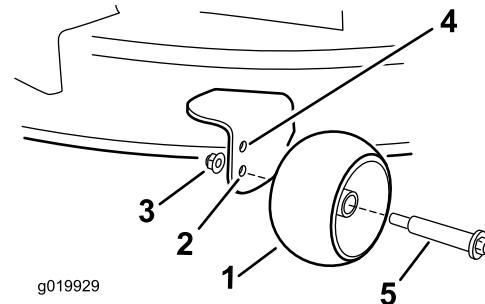

Figura 23
- Taladro superior—utilice esta posición cuando la carcasa de corte está en la posición de altura de corte de 63 mm o menos (Figura 23).
- Taladro inferior—utilice esta posición cuando la carcasa de corte está en la posición de altura de corte de 76 mm o más (Figura 23).